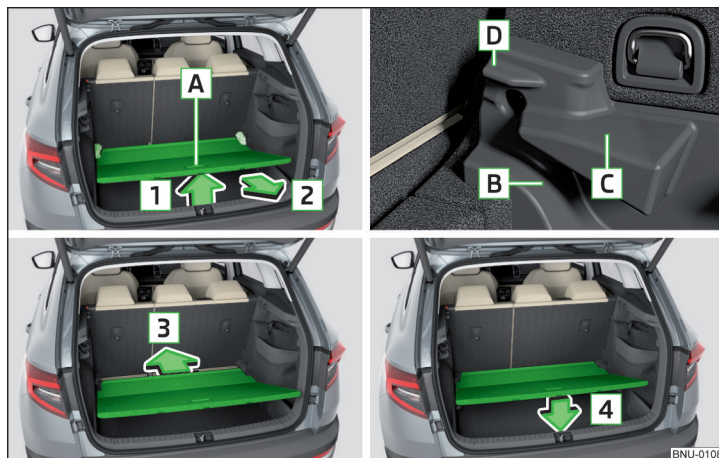

Fig. 146 Ajustar la moqueta variable
- ▶ Levantar el suelo de carga variable en el mango **A** en el sentido de la flecha **1** y desplazarlo en parte hacia el sentido de la flecha **2** » fig. 146.